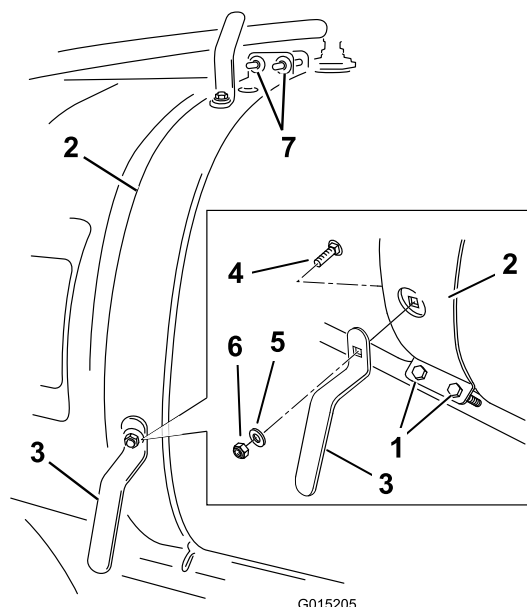

Figura 3
1. Desaperte a cinta frontal do depósito no lado direito (Figura 3).
2. Instale o gancho de tubo inferior como se mostra em Figura 3 utilizando um parafuso de carroçaria (5/16 x 3/4 pol.), uma anilha (3/8 pol.) e uma porca de bloqueio (5/16 pol.).
3. Instale o gancho de tubo superior como se mostra em Figura 3 utilizando um parafuso de carroçaria (5/16 x 3/4 pol.), uma anilha (3/8 pol.) e uma porca de bloqueio (5/16 pol.).